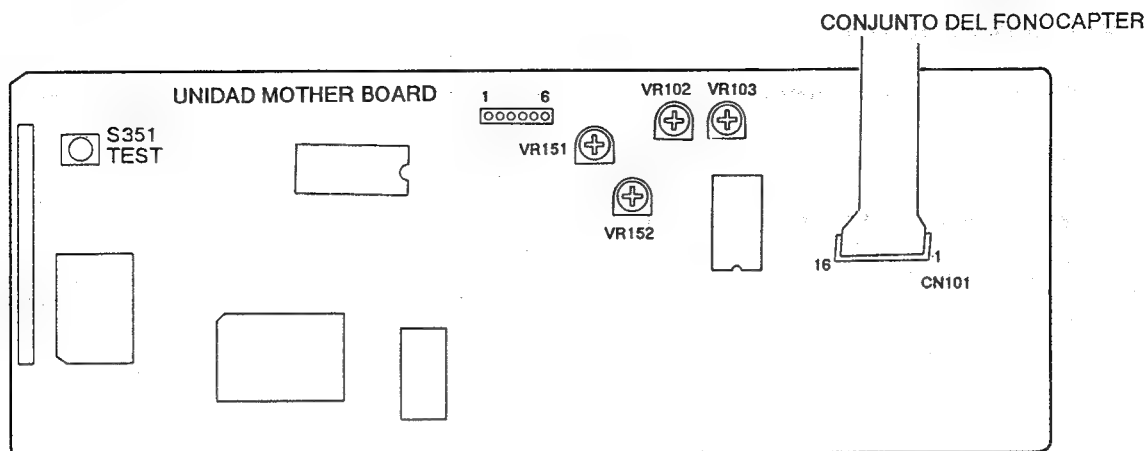

Figura 1 Lugares de ajuste
2. Ponga la tecla TEST (S351). (Consulte la figura 1.)